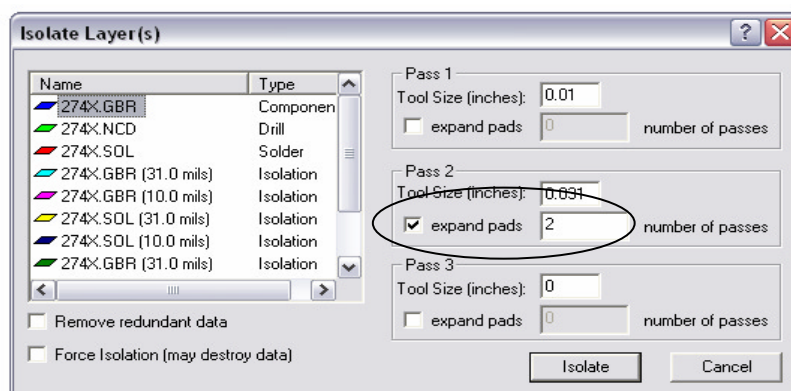

Figura 3.35. Activación del Comando Expand Pads
**Paso 3:** Activar la casilla de Expand Pads del segundo camino de fresado (Pass2) e ingresar el valor de 2. Ver Figura 3.35.